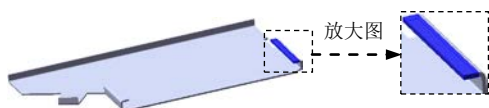
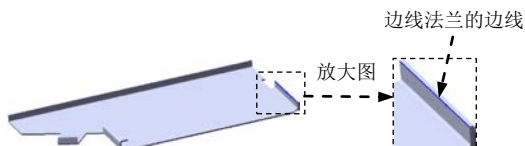

图 6.24 边线—法兰 5
图 6.25 边线法兰的边线
(3) 定义法兰参数。
① 定义法兰角度值。在 **角度(G)** 区域的  文本框中输入角度值 90.0。
② 定义长度类型和长度值。在“边线—法兰”对话框的 **法兰长度(L)** 区域的  下拉列表中选择 **给定深度** 选项，在  文本框中输入深度值 1.0。在此区域中单击“外部虚拟交点”按钮 。
③ 定义法兰位置。在 **法兰位置(N)** 区域中，单击“折弯在外”按钮 。
(4) 单击  按钮，完成边线—法兰 4 的创建。
Step11. 创建图 6.24 所示的钣金特征——边线—法兰 5。
(1) 选择命令。选择下拉菜单 **插入(I)** → **钣金(H)** → **边线法兰(E)...** 命令 (或单击“钣金”工具栏中的“边线—法兰”按钮 )。
(2) 定义特征的边线。选取图 6.25 所示的模型边线为生成的边线法兰的边线。
③ 定义法兰位置。在 **法兰位置(N)** 区域中，单击“材料在外”按钮 。
(4) 单击  按钮，完成边线—法兰 5 的创建。